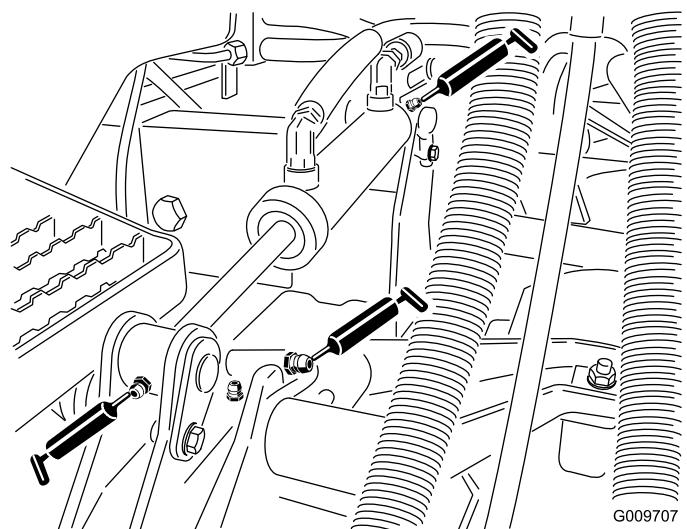

Figure 47
- Bagues de vérin de levage (2 par unité de coupe), comme montré à la Figure 47
- Bagues de bras de levage (1 par unité de coupe), comme montré à la Figure 47